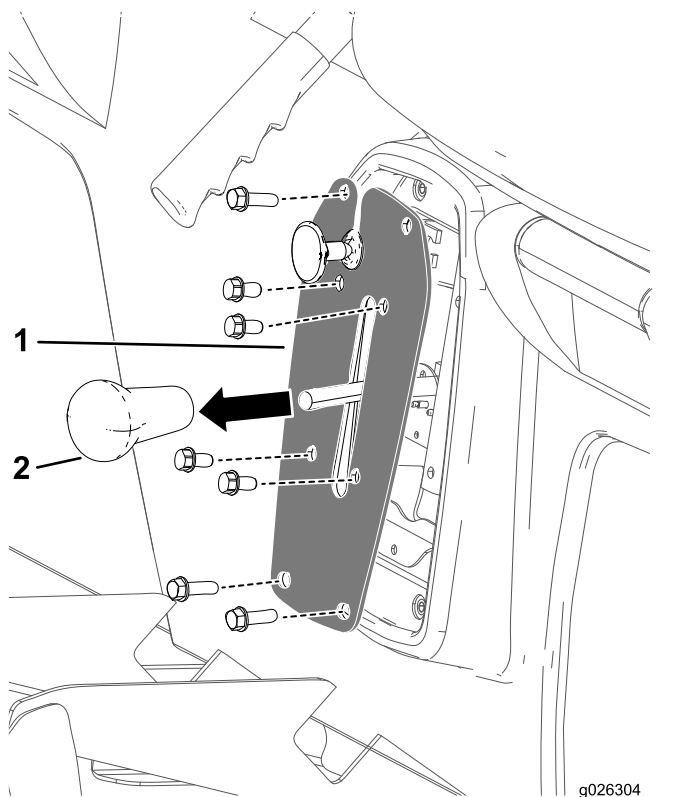

Рисунок 40
1. Снимите рукоятку с рычага переключения передач (Рисунок 40).
2. Выверните 4 болта крепления пластины переключения передач к консоли механизма переключения передач (Рисунок 40).
3. Выверните 4 болта крепления пластины переключения передач к основанию сиденья и снимите пластину переключения передач (Рисунок 40).
4. Наверните рукоятку рычага переключения передач и затяните ее от руки (Рисунок 40).